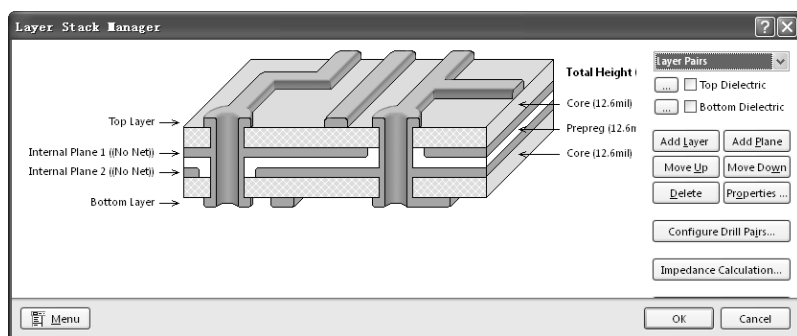

图 3.6.6 “Layer Stack Manager (图层堆栈管理器)”对话框
(1) 打开“图层堆栈管理器”，执行“Design(设计)” “Layer Stack Manager(层堆栈管理器)”命令，系统将弹出“Layer Stack Manager(图层堆栈管理器)”对话框，如图 3.6.6 所示。